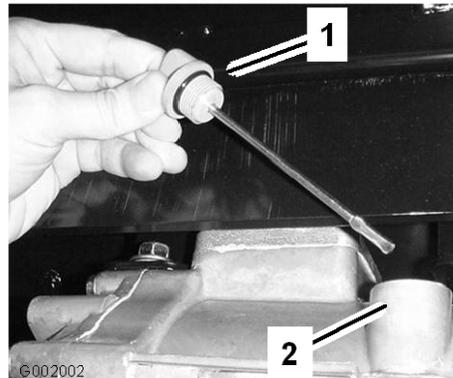

Figura 62
2. Togliete l'asta di livello dal transaxle ed asciugatela con un panno pulito (Figura 62).